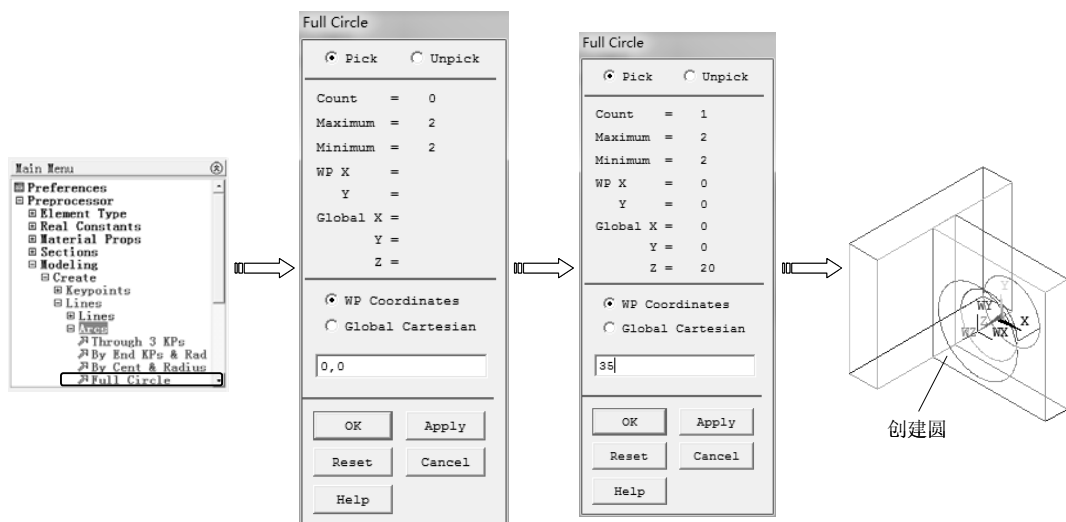

图 6-94 创建圆
6) 选择“Main Menu> Preprocessor> Modeling> Create> Arcs>Full Circle”命令，弹出“Full Circle”对话框，选择“WP Coordinates”选项，在其下文本框中输入（0，0）作为原点，单击“Enter”键，然后输入 35 作为半径，单击“Enter”键绘制圆，如图 6-94 所示。
7) 选择“Utility Menu>Plot>Lines”命令，显示所创建的圆，如图 6-94 所示。